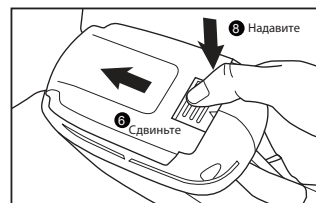

Рис. 4
1. Для установки или смены лезвия разверните триммер вверх защитной крышкой (6). Надавите на кнопку (8) и сдвиньте крышку. Рис. 4